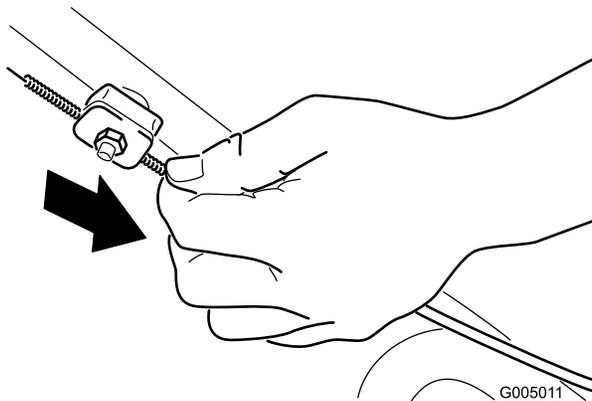

Figura 29
2. Tire hacia abajo de la cubierta del cable (hacia la máquina) hasta eliminar la holgura en el cable (Figura 29).